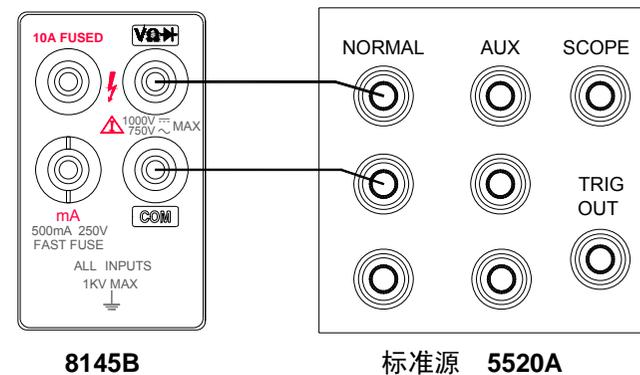

图 4—1
- 1、用一条测试导线将 8145B 的 V、 $\Omega$ 、 $\blacktriangleright$  和 COM 输入端同 5520A 的输出 NORMAL 的 Hi、Lo 端连接起来，如图 4—1 所示：